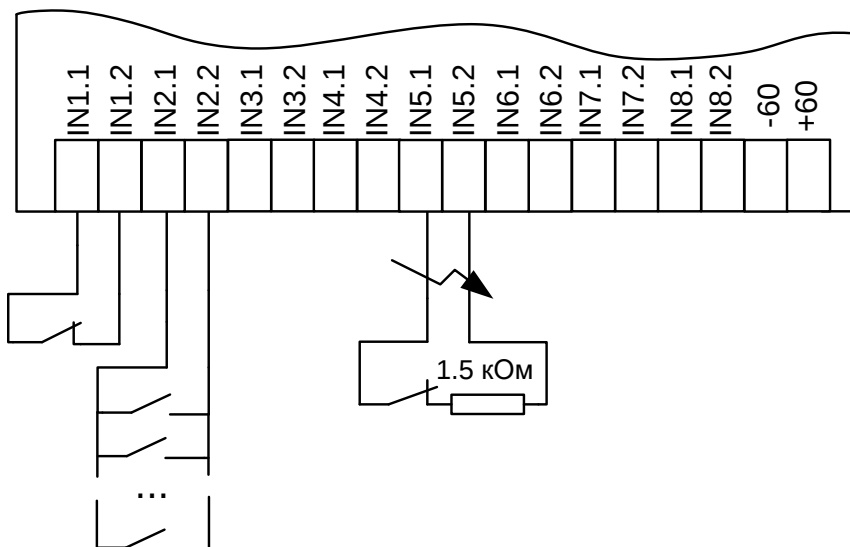
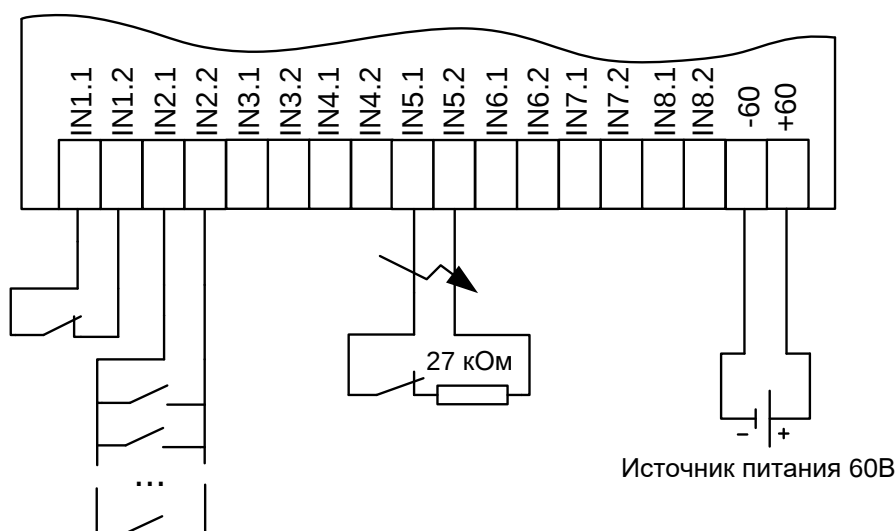

Рис.2.4. Подключение датчиков при переключке в положение «12В»
Рис.2.5. Подключение датчиков при переключке в положение «60В»
- Переключатель X2 используется для выбора источника питания для опроса датчиков. В случае, когда переключатель установлен в положение 12В, подключение датчиков следует проводить по схеме на рис. 2.4. В случае, когда переключатель находится в положении 60В, датчики подключаются по схеме на рис. 2.5.
- Однобитный контроль подразумевает два состояния датчиков: замкнуто и разомкнуто. При однобитном контроле датчики можно подключать в шлейфы (на рис.2.4 и рис.2.5 к IN2 подключены нормально разомкнутые датчики, соединенные в шлейф).